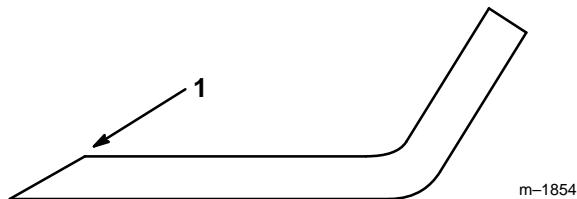

Figure 61
1. Au moyen d'une lime, aiguiser les arêtes de coupe aux deux bouts de la lame (Fig. 61) en veillant à conserver l'angle de coupe d'origine. Limier la même quantité de métal sur chacune des deux arêtes pour ne pas déséquilibrer la lame.